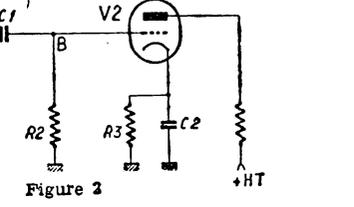

Figure 2
I. — Considérons, un instant, l'ensemble amplificateur à liaison capacité/résistances, représenté par la figure 2. Une variation de tension grille provoquée par le signal d'attaque appliqué à l'entrée (tube V1) entraîne immédiatement une même variation amplifiée au point A. Si donc nous appliquons à l'entrée une tension fixe positive (par exemple, élément de pile P, de 1,5 V, positif côté grille), le courant va augmenter dans R1 et la tension va baisser au point A. Cette variation doit donc, normalement, être transmise à la grille du tube V2 (point B) par le condensateur de liaison C1. Mais voyons ce qui se passe précisément au point B. La chu-
IV. — Avec ces résultats, on ne peut plus simples, nous pouvons déjà tirer les conclusions suivantes (se reporter figure 2) :